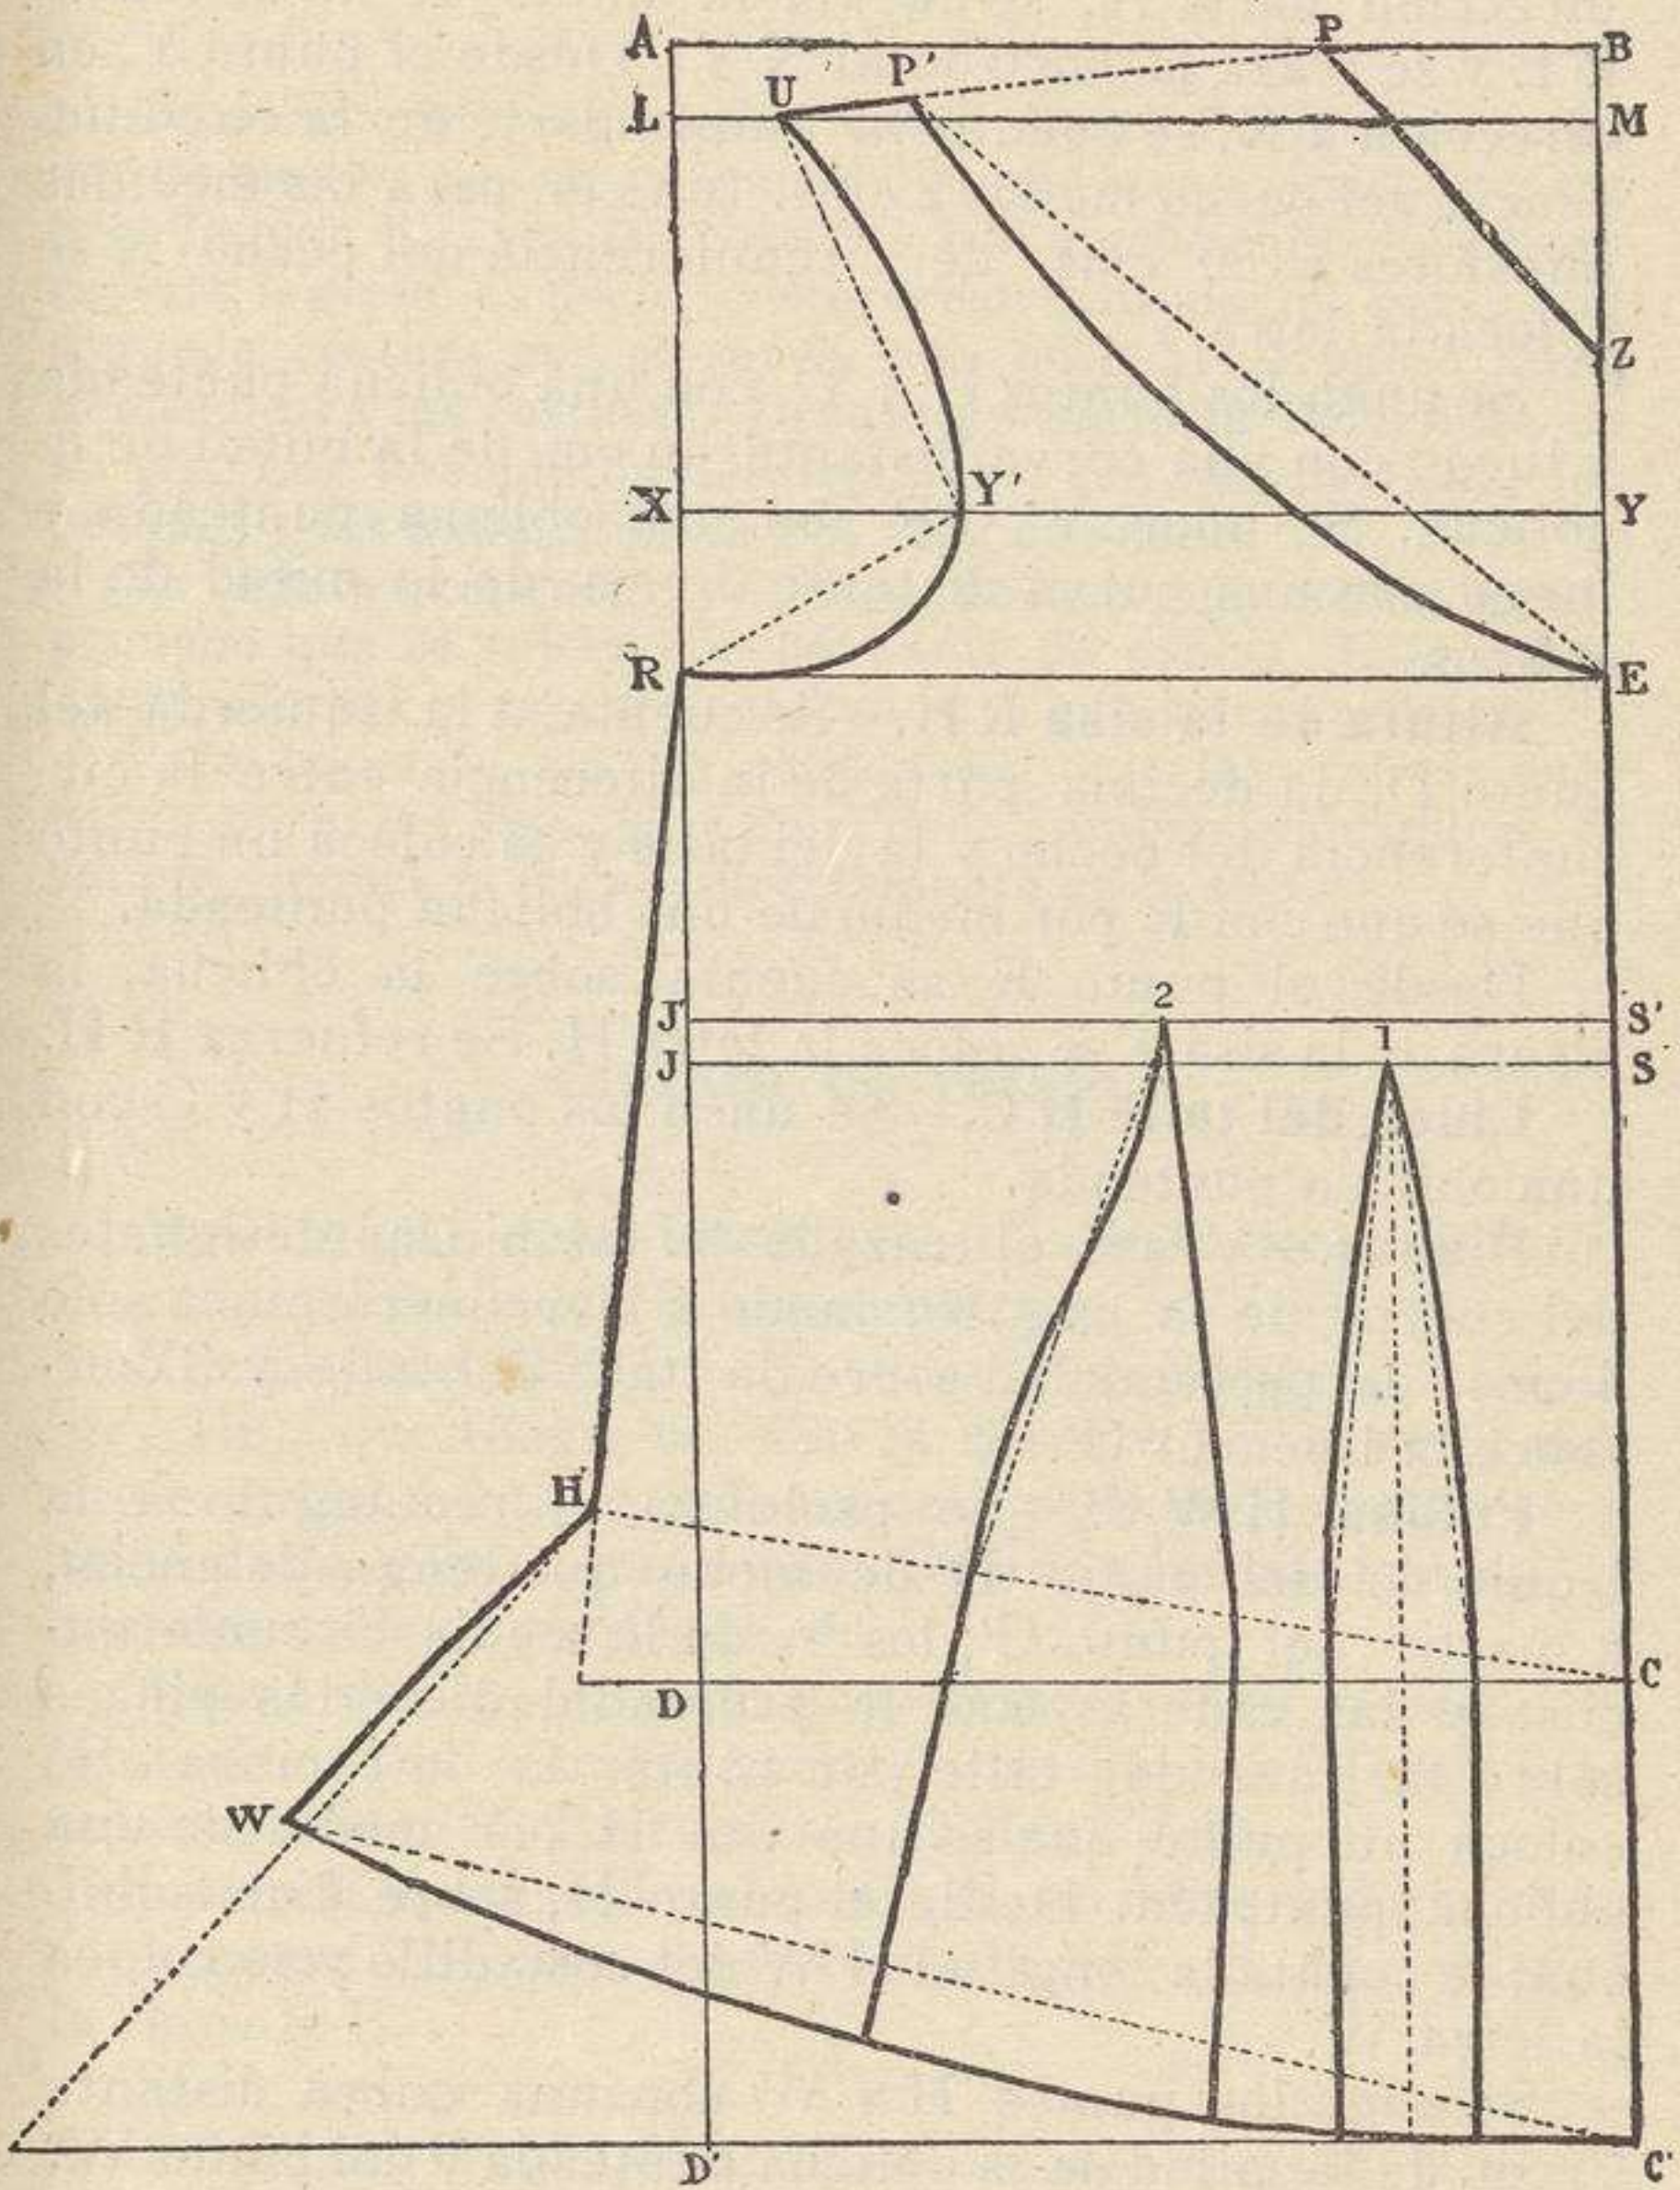

Fig. 109 ( $\frac{1}{5}$  del tamaño real).—Delantero del cubrecorsé.
**Rectángulo A B C' D'.**—Se traza un rectángulo A B C' D' (fig. 109), que tenga de longitud el largo del delantero más el que se quiera dar á los faldones (unos 10 ó 12 cms.), y de ancho la media circunferencia del pecho menos el medio ancho de la espalda y la décimasexta parte de la circunferencia del pecho.